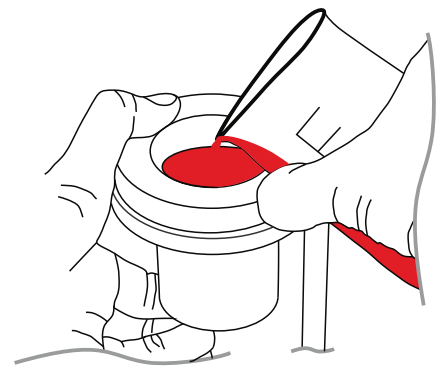

Figure 2
- 3 Bouchez l'orifice de la coupe avec votre doigt (Figure 2).
- 4 Versez doucement le liquide dans la coupe pour éviter la formation de bulles d'air (Figure 2).